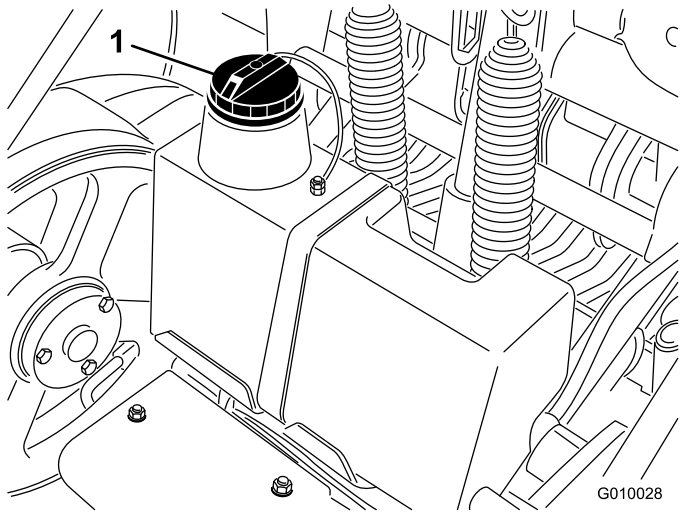

图19
3. 清洁液压油箱加油颈和油箱盖周围的区域 (图19)。从加油颈上取下盖子。